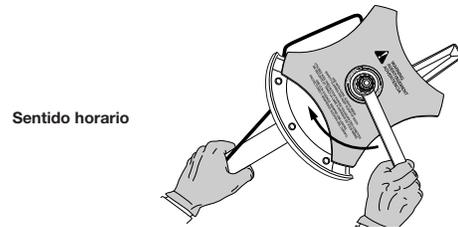

Fig. 14
- Mientras sostiene la varilla de cierre, afloje la tuerca de la cuchilla girándola en sentido horario con una llave de casquillo o de boca cerrada de 13 mm (Fig. 14).